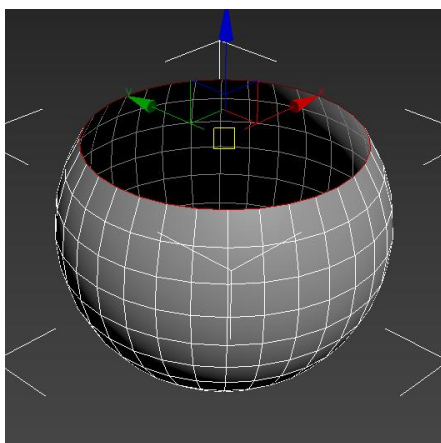

Рисунок 40 – Режим редактирования граница
3. Режим граница (**Border**) – позволяет выделить сразу группу ребер, представляющие собой край, образующий отверстие в объекте (рисунок 40).